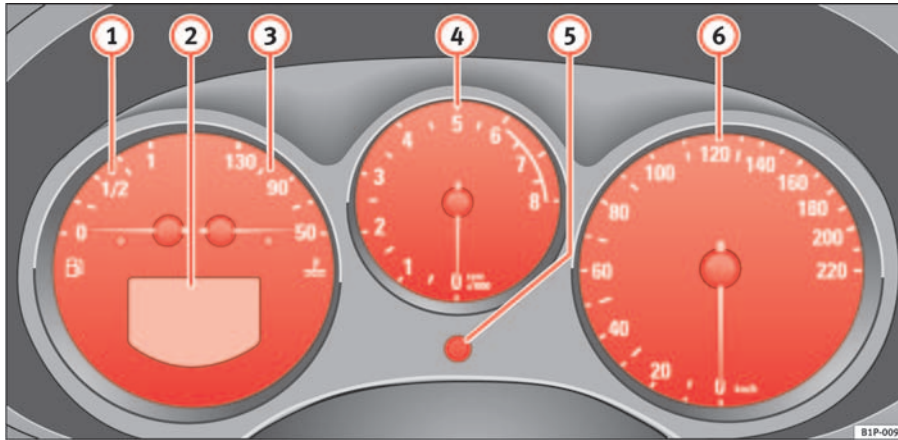

Fig. 32 Detalle del tablero de instrumentos: cuadro de instrumentos
El principio de la zona roja ⇒ página 59, fig. 32  indica el régimen máximo de revoluciones del motor funcionando a temperatura de servicio. Antes de alcanzar dicha zona se debe cambiar a una marcha más larga, colocar la palanca selectora en D o levantar el pie del acelerador.
- Para ajustar las horas, gire el botón ⇒ página 59, fig. 32  hacia la izquierda hasta el tope. Si gira el botón brevemente hacia la izquierda, se avanza una hora.
El contador derecho registra los recorridos cortos. La última posición indica tramos de 100 m. El contador para recorridos cortos puede ponerse a cero presionando el botón de puesta a cero ⇒ página 59, fig. 32 ⑤.